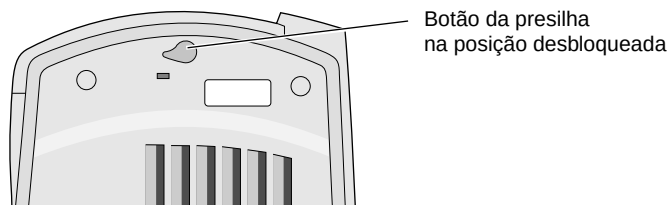

Figura 2-3 Girando o botão da presilha para a posição desbloqueada
3. Gire o botão da presilha; ele se moverá no sentido horário para o modo desbloqueado, como mostrado na Figura 2-3. (A curva no botão da presilha aponta para a esquerda quando está no modo desbloqueado.)